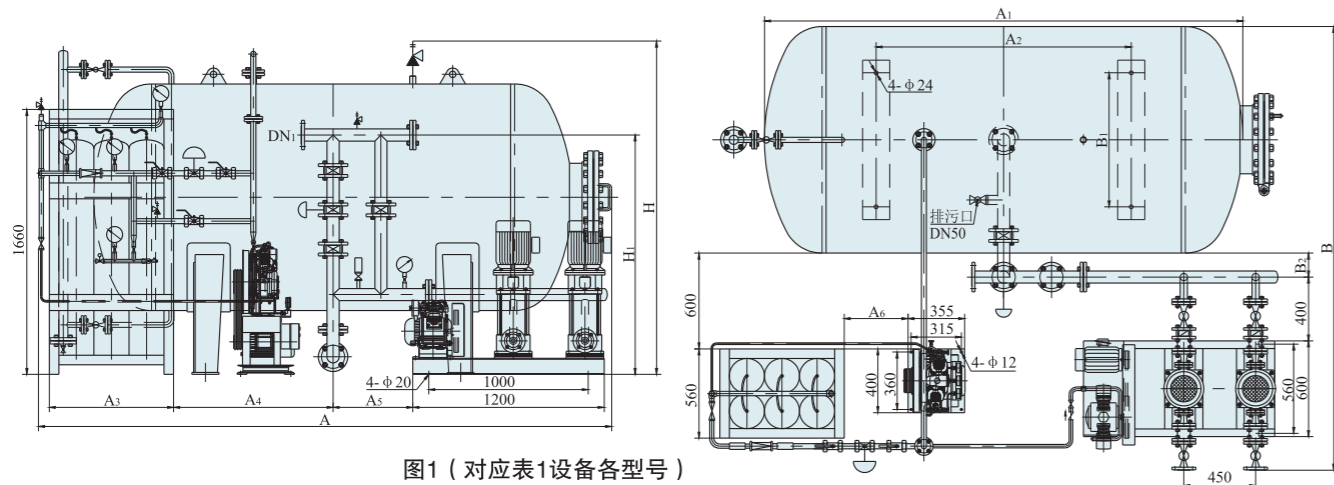

图1 (对应表1设备各型号)
(1)装箱清单1份；(2)产品合格证1份；(3)产品使用说明书1份；(4)电气控制原理图1份；(5)设备安装尺寸图1份。